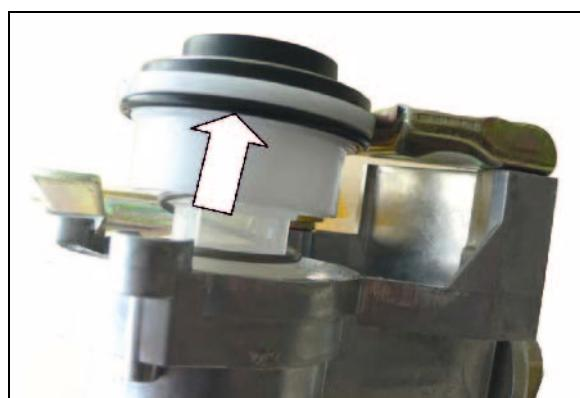

Рис. 125
1. Возьмите за кольцо и тяните водоотводный клапан (Рис. 125/1) вбок до тех пор, пока из ресивера не перестанет течь вода.